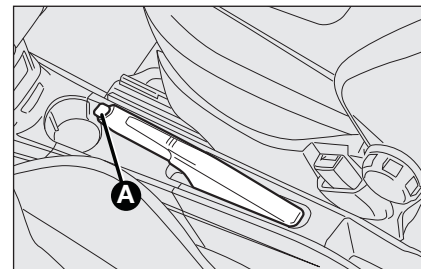

fig. 1
- ☐ levantar ligeramente la palanca y pulsar el botón de desbloqueo **A**-fig. 1;
- ☐ mantener pulsado el botón **A** y bajar la palanca. El testigo (1) del cuadro de instrumentos se apaga.